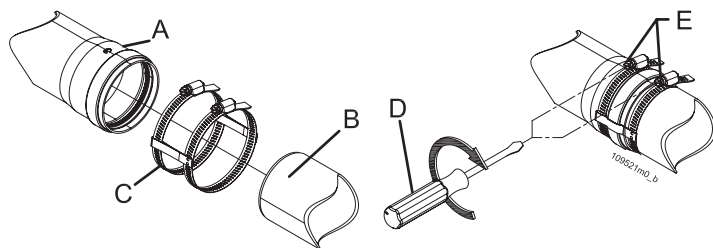

Figure 5-18 - Fixation des conduits d'évacuation et d'aspiration
**ATTENTION !!!** Fixer mécaniquement les encastres entre les différents éléments qui composent le conduit d'évacuation et d'aspiration, à l'aide de systèmes de fixation ou équivalents. Voir la figure 5-18